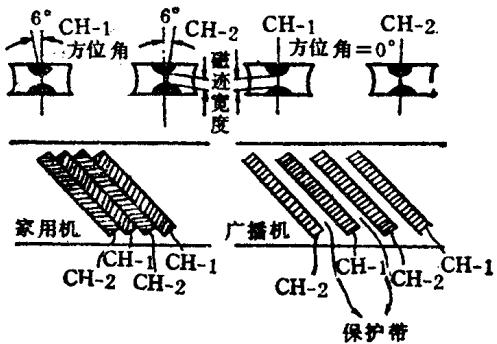

图 1-4 两种录象机磁头方位角与磁迹比较
(1) 方位角: 广播用录象机和业务用 Umatic 录象机的磁头没有方位角, 为消除相邻磁迹的串扰, 必须在相邻两条视频磁迹之间加 $1/2$ 磁迹宽度的保护带, 而保护带上没有任何信号, 这部分磁带就会被白白地浪费掉。为了提高磁带利用率, 必须增加记录密度, VHS 家用录象机采用了方位角记录方式。磁头的缝隙与磁头旋转的垂直方向偏离一个小角度, 即 CH-1 磁头有 $+6^\circ$ 的方位角, CH-2 磁头有 -6° 方位角, 这样相邻磁迹的磁化方向有 12° 夹角。图 1-4 示出了两种录象机磁头方位角与磁迹的比较。在记录时磁带上磁迹磁化的方向与磁头缝隙的方向是一致的。而在重放时, 如果由于走带的抖晃造成 CH-1 磁头拾取了 CH-2 磁头所记录的磁迹信号, 但因 CH-1 磁头与 CH-2 磁头缝隙方向不同即存在方位角损失 (VHS 录象机的方位角损失大约为 40dB), 即使 CH-2 磁头拾取到 CH-1 磁头记录的磁迹信号, 也会因方位角损失而被抑制掉。因此, 可以取消相邻磁迹之间的保护带, 提高记录密度。方位角过大会降低录象机录放效率, 所以一般方位角选择在 $12-14^\circ$ 左右。
(2) 磁头的电感量、缝隙深度和 Q 值: 新的视频磁头电感量在 $1-3\mu\text{H}$ 范围内, Q 值在 $3-5$ 之内, 磁头缝隙深度为 $100\mu\text{m}$ 。
(3) 输出电平: 输出电平是视频磁头的重要指标。输出电平与视频记录电流有关,